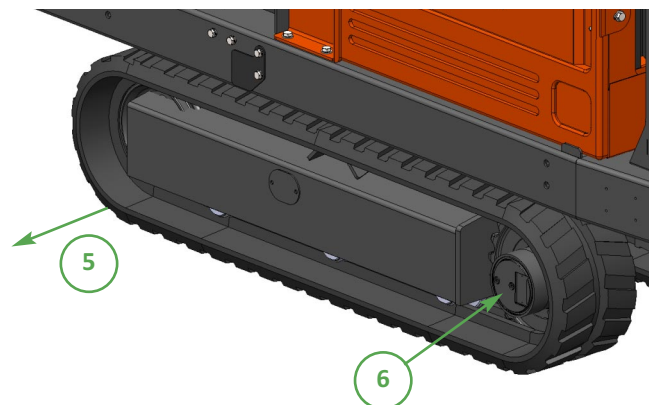

Afb. 1
Het smeermiddel in de hydraulische rupsband staat onder druk. Draai de smeerklep (nr. 1, afb. 1) nooit verder los dan noodzakelijk is om smeermiddel te verwijderen (maximaal vijf omwentelingen). Als de klep te los zit, bestaat het risico dat smeermiddel onder druk wordt uitgespoten met mogelijk letsel van de gebruiker van de machine tot gevolg. Verwijder grind of modder dat vastzit tussen het tandwiel en de rupsbandschakel voordat u de rupsband losser instelt.
- 1 Kijk waar de smeernippel onder de afdekplaat aan de binnenkant van het frame zich bevindt (afb. 1) voor toegang tot het spansysteem.
- 2 Kijk waar de smeernippel onder de afdekplaat aan de binnenkant van het frame zich bevindt voor toegang tot het spansysteem (afb. 1.).